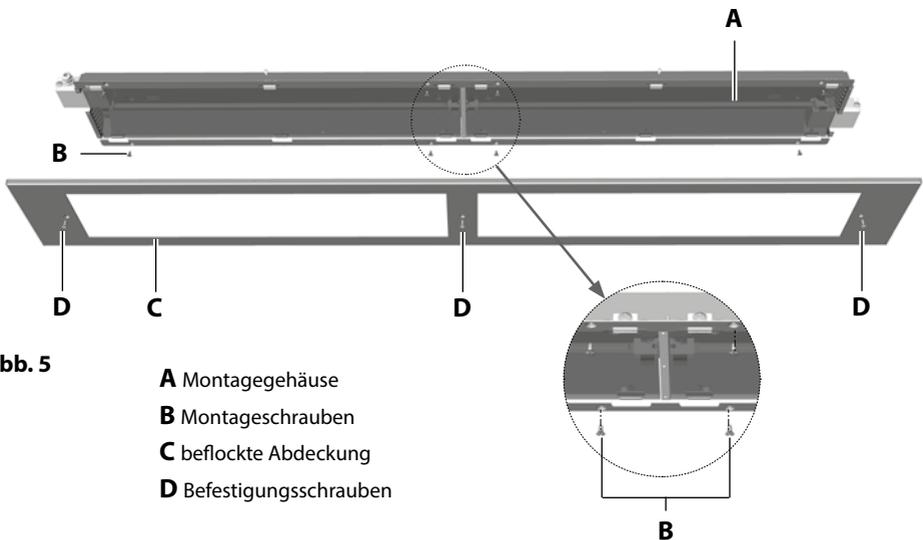

Abb. 5
Nun schrauben Sie von unten die befolkte Abdeckung (C) mit den 3 Stück Befestigungsschrauben B 4,2 x 13 (D) mm wieder am Gehäuse an. (Abb. 5)